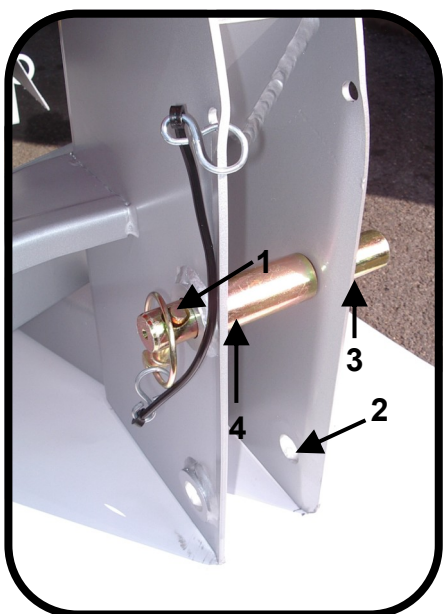

Fig. 3
- 2) SANSONE-sprederne er utstyrt med to tilkoblingsstillinger. Den første stillingen (pos. 1 Fig. 3) er for vanlig gjødsling. Den andre stillingen (pos. 2 Fig. 3), som løfter sprederen 150 mm, er for sengjødsling. Boltene (pos. 3 Fig. 3) er utstyrt med en føring (pos. 4 Fig. 3) for traktorer med Kat. II trepunktskobling. Ved tilkobling på traktor med Kat. I, er det nødvendig å ta bort denne føringen (pos. 4 Fig. 3). Boltene må sikres med orrepinner. Monter maskinen i traktorens trepunktskobling (Fig. 4). Fest toppstaget fra traktoren til sprederen (Fig.4), løft sprederen opp så traktorens og sprederens kraftuttak står i samme høyde, juster toppstaget så sprederen står horisontalt.